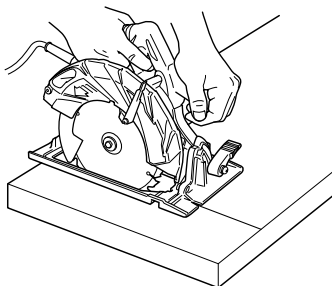
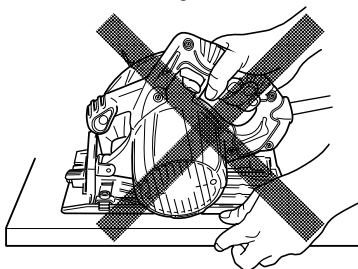

Fig. 11
Fig. 12
- Coloque la parte más ancha de la base de la sierra sobre la parte de la pieza de trabajo que está firmemente soportada, y no sobre la sección que cae al finalizar el corte. Como ejemplos, en la Fig. 11 se muestra la manera CORRECTA de cortar el extremo de una tabla, y en la Fig. 12, la manera INCORRECTA. Si la pieza de trabajo es demasiado corta o pequeña, fíjela. ¡NO INTENTE SUJETAR PARTES CORTAS CON LA MANO!